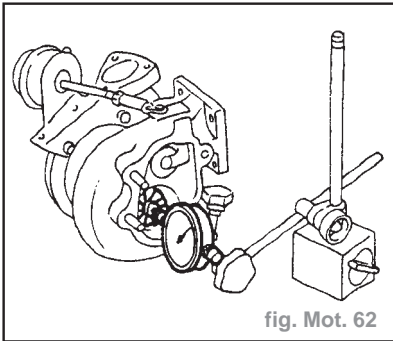

fig. Mot. 62
- Mesurer le jeu axial de l'arbre de rotor (fig. Mot. 62) :